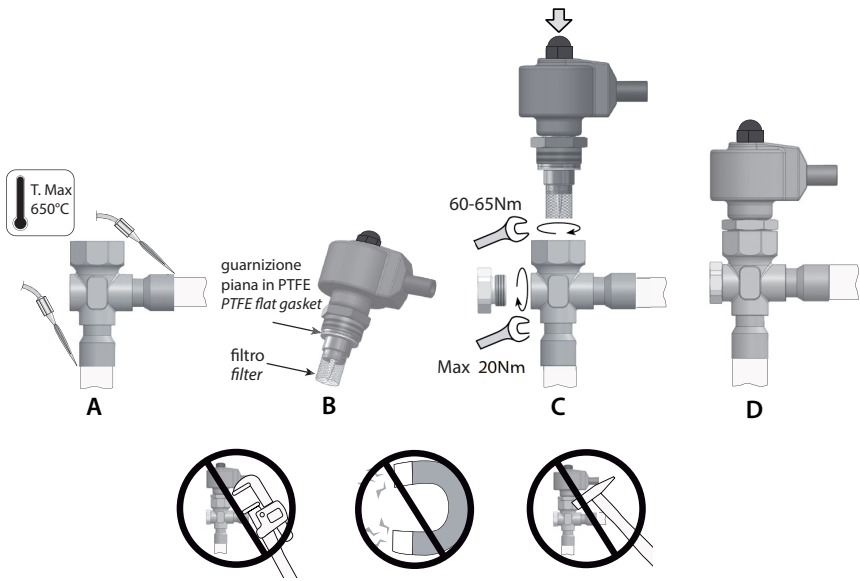

Fig. 2
Le valvole E³V-S Unipolar devono essere saldate al circuito mediante brasatura dei raccordi in rame ai tubi di uscita condensatore (IN) e di ingresso evaporatore (OUT). Seguire la successione indicata in Fig. 2 procedendo in questo modo:
- Procedere alla saldatura orientando la fiamma verso l'estremità dei raccordi come da fig. 2 A (per una migliore brasatura senza alterare la tenuta della zona di saldatura tra corpo e raccordi utilizzare lega con temperatura di fusione inferiore a 650 °C o con tenore di argento superiore del 25 %).
- Verificare che il filtro in rete metallica sia inserito sulla bocca di ottone (Fig.2-B). In caso contrario, posizionarlo come in figura e portarlo in battuta. **Attenzione! Utilizzare il filtro solo in mono-direzionale con ingresso del fluido dal raccordo laterale. In caso di utilizzo della valvola in direzione contraria, prevedere apposito filtro nel circuito, togliendo quello fornito.**
- Avvitare nel corpo valvola la cartuccia in acciaio sull'apposito alloggiamento filettato con una chiave a forchetta da 32. Serrare la cartuccia portando la ghiera in battuta sul corpo valvola con una coppia di serraggio suggerita di 60-65 Nm (Fig. 2 C). Per favorire un più rapido assemblaggio della valvola, si consiglia di non smontare il motore dalla cartuccia. **Attenzione!** Nel caso in cui lo stelo filettato fuoriuscisse completamente dalla sede di lavoro della cartuccia procedere secondo la seguente operazione:
The Unipolar E³V-S valves must be joined to the circuit by braze welding the copper fittings to the condenser outlet (IN) and evaporator inlet (OUT) pipes. Proceed as indicated in Fig. 2:
- Weld by aiming the flame at the ends of the fittings as shown in Fig. 2-A (for better braze welding without affecting the seal of the welded area between the body and the fittings, use alloys with a fusion temperature less than 650 °C or with a silver content above 25%);
- Make sure that the PTFE flat gasket is present in its seat (Fig. 2-B). Otherwise, take a flat gasket from the packaging and place it in the cartridge from the side of the brass bushing.
- Make sure that the metal mesh filter is inserted on the brass bushing (Fig.2-B). Otherwise, position it as shown in the figure and make sure it's properly in place. **Warning! Only use the one-way filter with fluid inlet from the connection side. If using the valve in the opposite direction, install a special filter in the circuit, removing the one supplied.**
- Tighten the steel cartridge in its threaded socket on the valve body using a 32 mm spanner. Tighten the cartridge on the valve body to a recommended tightening torque of 60-65 Nm (Fig. 2-C). For faster valve assembly, do not remove the motor from the cartridge. **Warning! If the threaded rod comes completely out of the cartridge, proceed as follows:**